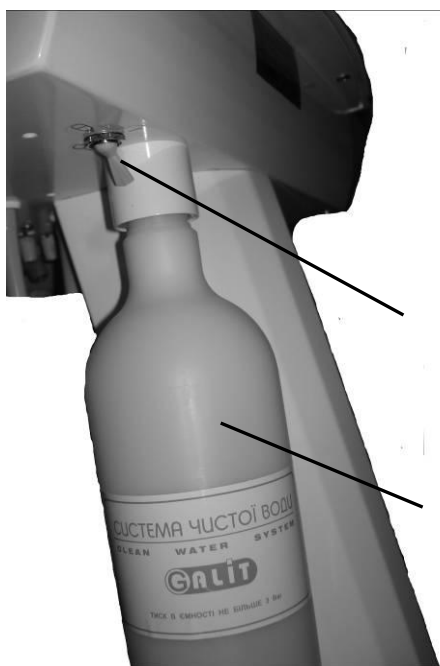

Рисунок 3.1.1.
- вимкнути перемикач (поз.2 Рисунок 3.1.1.) подачі повітря в систему чистої води;